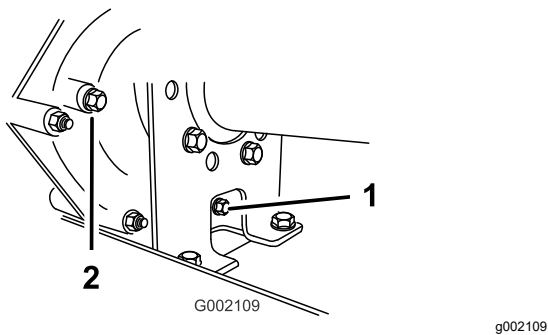
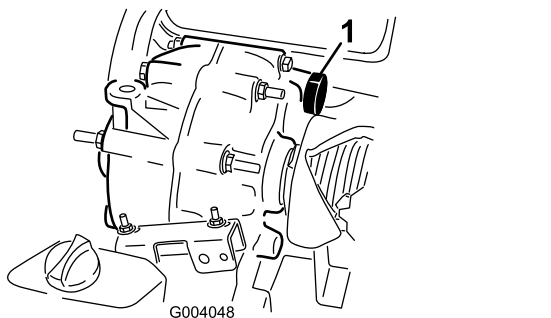

Bild 56
Bild 57
2. Reinigen Sie den Bereich um die Füll- und Ablasschraube mit einem Lappen (**Bild 56**).
4. Drehen Sie die Füllschraube nach links, um sie zu entfernen (Bild 56).
5. Drehen Sie die Ablassschraube nach links, um sie zu entfernen (Bild 56).
6. Setzen Sie die Ablassschraube und Dichtung in das Ablassschraubenloch am Getriebe ein und ziehen sie an (Bild 56).
7. Füllen Sie den Behälter (Bild 57) über das Füllschraubenloch mit ca. 1,4 l Öl der angegebenen Ölsorte oder bis der Ölstand im Getriebe die Unterseite des Gewindes erreicht (Bild 56).
8. Setzen Sie die Füllschraube und Dichtung in das Füllschraubenloch am Getriebe ein und ziehen sie an (Bild 56).
10. Prüfen Sie den Ölstand und füllen mehr Öl ein, wenn der Ölstand unter dem Gewinde im Füllschraubenloch liegt (Bild 56).